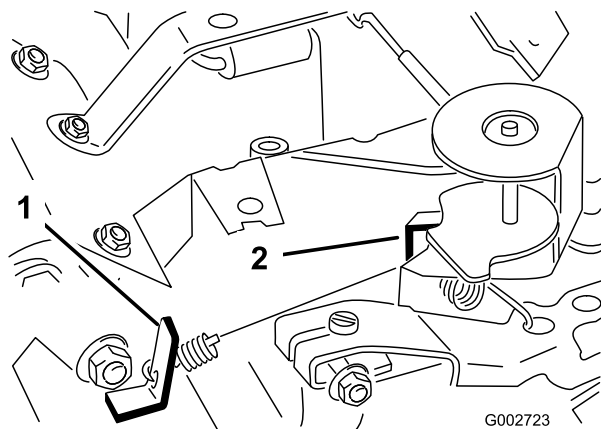

Figura 39
3. Piegate la linguetta di ancoraggio della molla regolata alla minima (Figura 39) per ottenere una minima di 1725 ± 50 giri/min.
6. Piegate la linguetta di ancoraggio della molla della massima (Figura 39) per ottenere una velocità massima di 3400 ± 50 giri/min.